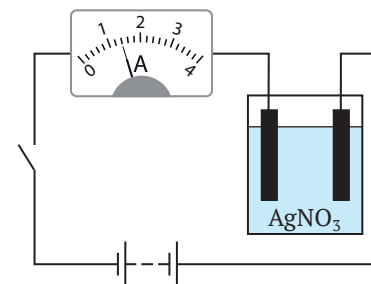

Fig. 1
- În *fig. 1* este dată reprezentarea schematică a circuitului electric.